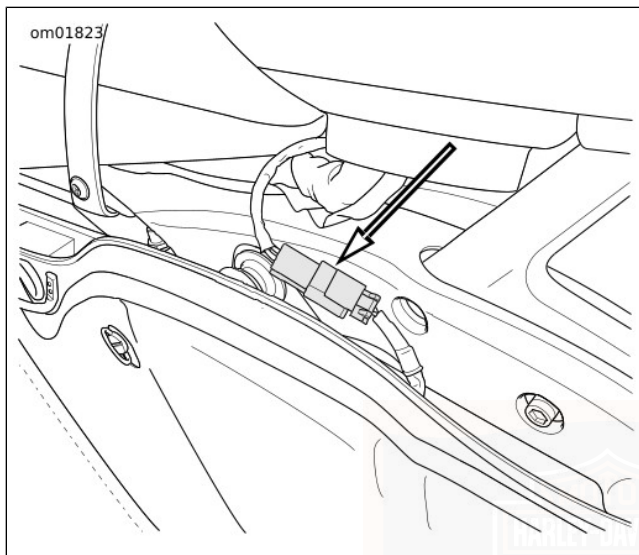

Figure 31. Connecteur de verrouillage électrique de la sacoche
2. Voir Figure 31. Débrancher le connecteur de verrouillage électrique de sacoche.
4. Voir Figure 31. Brancher le connecteur de verrouillage électrique de sacoche.